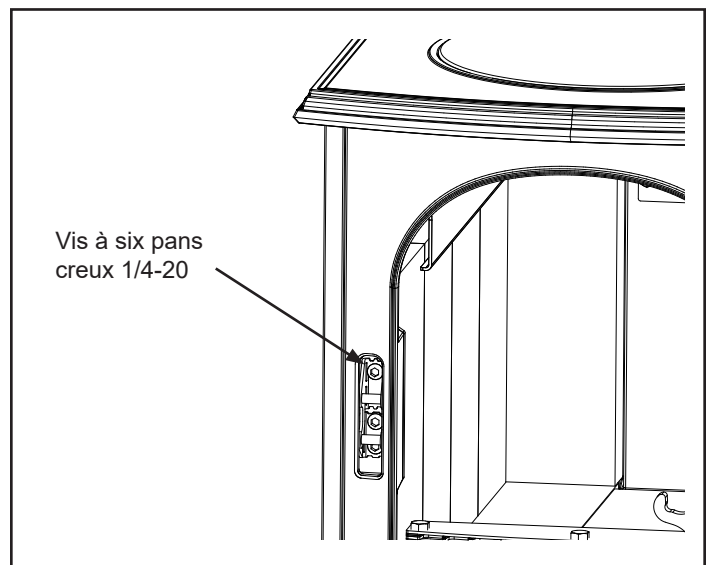

Figure 3.3 – Serrer la vis à six pans creux 1/4-20
2. Serrez la vis à six pans creux 1/4-20 supérieure (figure 3.3).